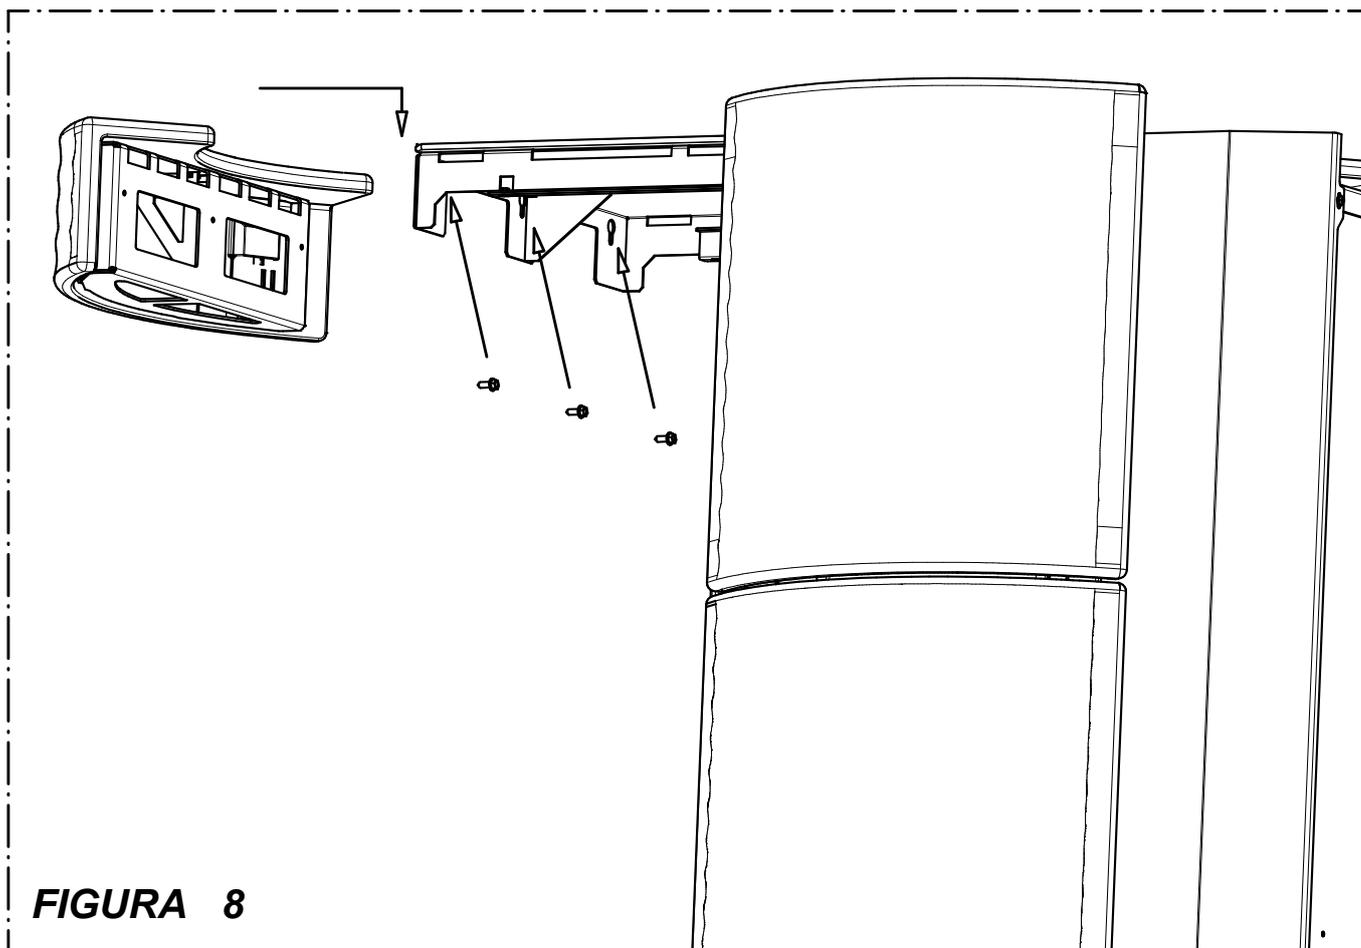

FIGURA 8
PER LA VERSIONE IONICA IDRA estrarre il coperchio serbatoio come indicato in Figura 6 e svitare leggermente di un giro le 3 viti indicate con la lettera C togliendo poi il supporto D alzandolo e tirandolo verso l'esterno, fissare quindi la *ceramica superiore centrale* come indicato nella Figura 7 con le stesse modalità precedentemente descritte (è consigliato fissare saldamente la ceramica al supporto D attraverso l'utilizzo di silicone nero resistente alle alte temperature). Procedere ora a fissare il gruppo appena creato fissando poi saldamente le viti C (a tal proposito vedere la Figura 8).
- Poi procedere al montaggio della ceramica (↑2S), (↑2D) seguendo le indicazioni della Figura 8 ovvero deformando leggermente i fermi fino a che la ceramica risulta essere ben solidale.